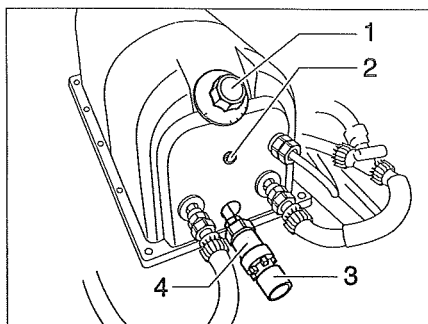

Bild 122 Varmvattenberedare Reich
Varmvattenberedaren drivs med 230 V. Varmvattenberedaren värmer upp ca 5 liter vatten. Vattentemperaturen ställs in med varmvattenberedarens temperaturregulator (Bild 122,1). Vattnet kan värmas upp till max. 80 °C.
- Ställ temperaturregulatoren (Bild 122,1) på önskad temperatur. Kontrolllampan (Bild 122,2) lyser under uppvärmningsfasen.
- Vrid temperaturregulatoren (Bild 122,1) moturs till markeringen "I".
- Ställ temperaturregulatoren (Bild 122,1) på önskad temperatur.
- Öppna vattenutloppet på övertrycksventilen (Bild 122,4). Vrid för detta det röda vredet (Bild 122,3) moturs.